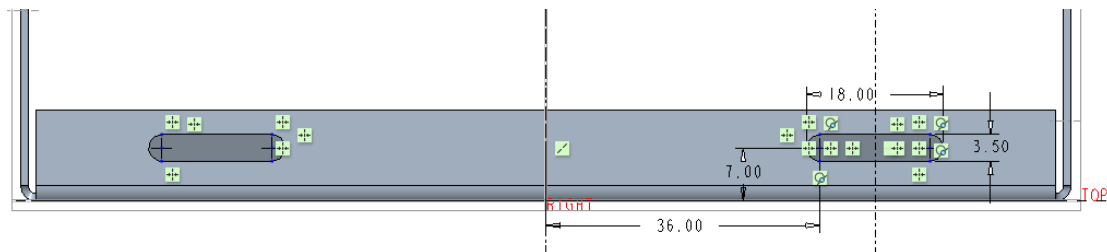

图 6-92 绘制剖面
(3) 绘制图 6-92 所示的剖面，单击  (确定) 按钮。